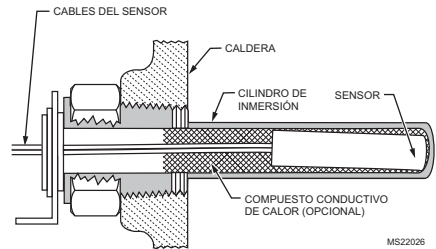

Fig. 5. Instalación del sensor de reemplazo.
3. Introduzca el sensor en el cilindro, tal como se muestra en la Fig. 5. (Si lo desea, distribuya el compuesto conductor de calor en el tubo antes de insertar el sensor, tal como se indica en Instalación nueva).
4. Asegúrese de que el sensor esté completamente asentado en la parte inferior del cilindro (Fig. 5). Si es necesario, utilice un lápiz pequeño para medir la profundidad del sensor en el cilindro.
2. Con cuidado, alinee el sensor de reemplazo con el orificio del circuito impreso y guíelo a través de la cubierta Aquastat y dentro del cilindro. Consulte la Fig. 5.
3. Asegúrese de que el sensor esté completamente asentado en la parte inferior del cilindro (consulte la Fig. 5). Si es necesario, utilice un lápiz pequeño para medir la profundidad del sensor en el cilindro.